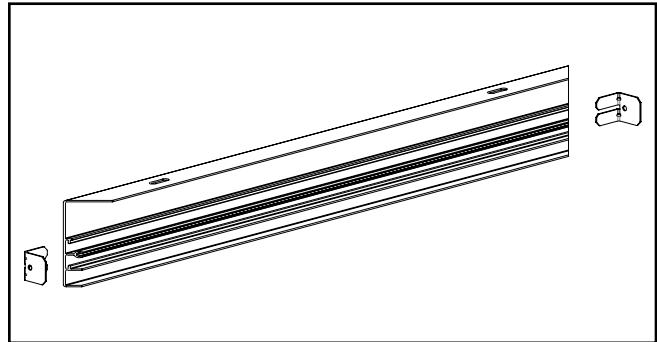

Figura 10.
1. Deslice dos (2) soportes en L en el canal del tornillo del marco. (Figura 10.)